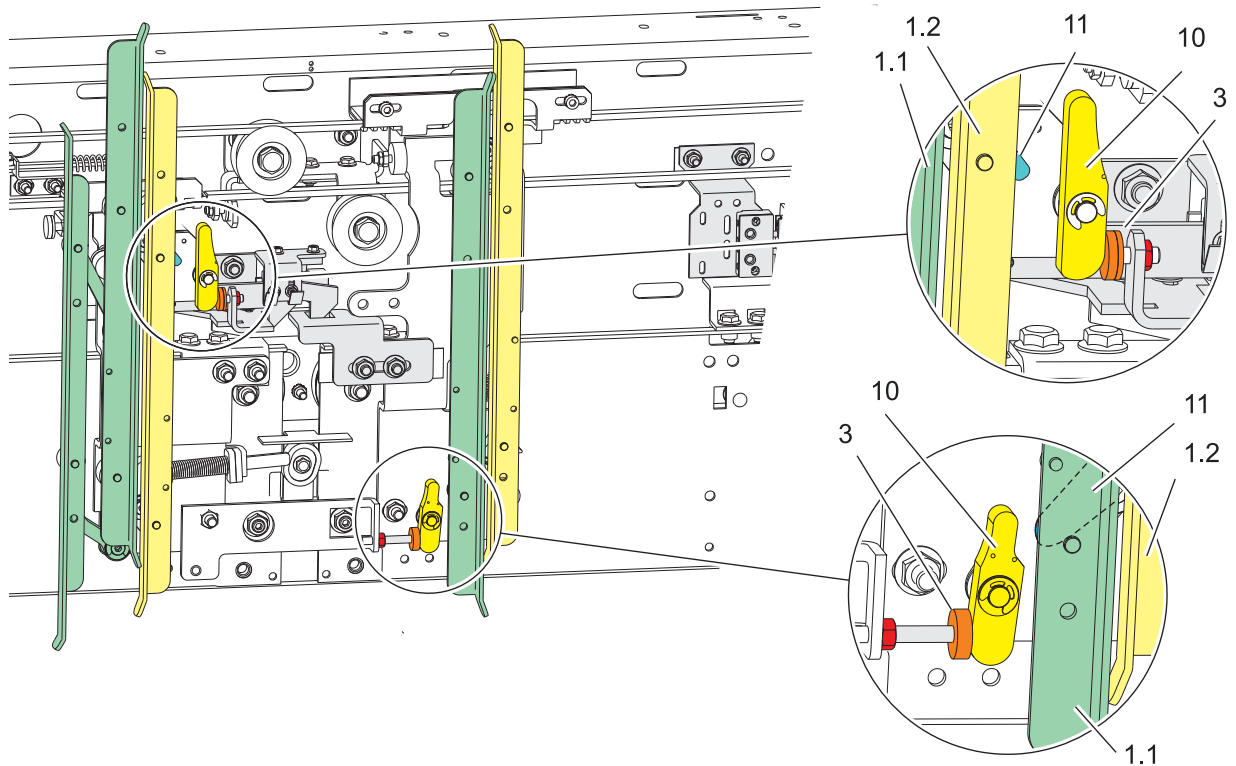

Abb. 54
- Verfahren wie bei Abb. 54 beschrieben